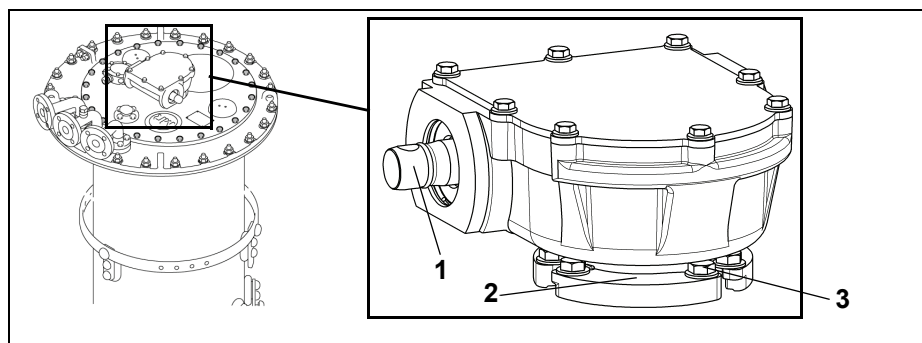

Figura 7 Allineamento del rinvio di testa
- ▶ Allineare il rinvio di testa superiore solo con segmenti di pressione allentati (**Figura 7**).
- ▶ Allineare il rinvio di testa superiore solo ruotando l'albero di comando del rinvio di testa superiore (**Figura 7**).
1. Allentare i segmenti di pressione dei rinvii di testa superiori svitando le 6 viti M8/chave 13 (**Figura 7**).
2. Portare i rinvii di testa superiori nella posizione di montaggio desiderata ruotando gli alberi di comando dei rinvii di testa superiori (**Figura 7**).
4. Bloccare e fissare i segmenti di pressione (coppia di serraggio 15 Nm, **Figura 7**).